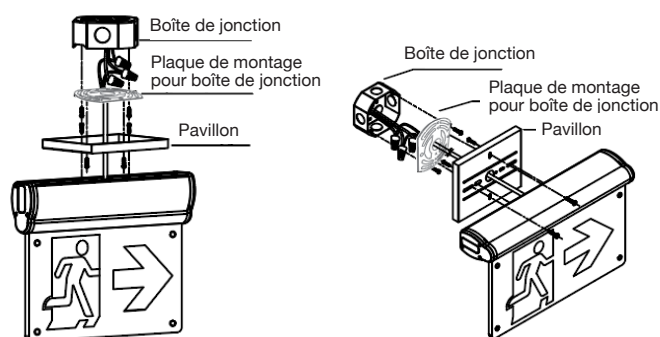

Fig. 3
5. Montage au plafond ou mural (Fig. 3) : fixer le pavillon à la partie supérieure du compartiment de câblage du luminaire à l'aide des vis.